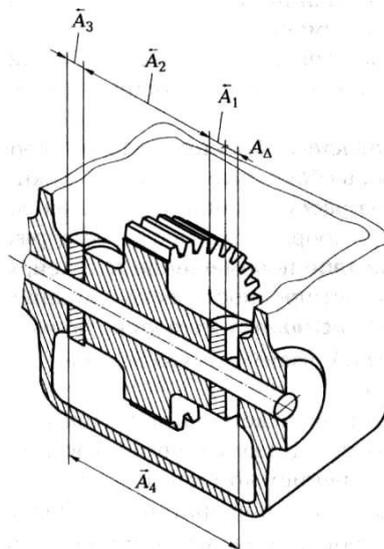

Рисунок 8.2. Схема редуктора с указанием звеньев размерной цепи A_1 - A_4
- изобразите эскиз сборочного чертежа редуктора (см. рисунок 8.2);
- изобразите эскиз сборочного чертежа редуктора (см. рис. 8.2);
На рис. 8.2 изображена деталь в двух проекциях, номинальные размеры проставлены на эскизе. Для проектирования сопряженной детали и сборки необходимо определить расстояние от первой стенки паза до правой грани детали.